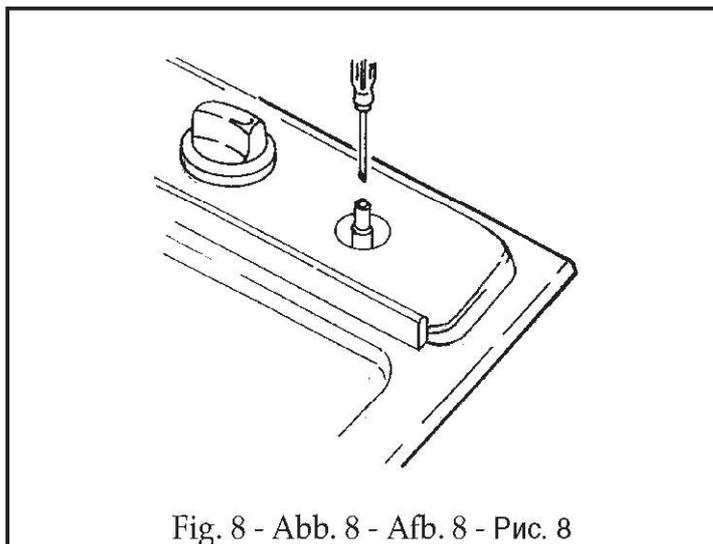

Fig. 8 - Abb. 8 - Afb. 8 - Рис. 8
- per la regolazione del minimo agire con opportuno cacciavite sulla vite posta sul rubinetto (Fig. 8) dopo averlo ruotato in posizione di minimo. Per GPL (butano/propano) avvitare a fondo.
- *to adjust to the minimum, use a screwdriver on the screw placed on the tap (Fig. 8) after turning the tap to its minimum position. For LPG (butane/propane) screw tight.*
- pour le réglage au minimum, tournez à l'aide d'un tournevis approprié la vis qui se trouve sur le robinet (Fig. 8) après avoir placé le robinet sur la position du minimum. Pour GPL (butane/propane) serrez à fond.
- bei der Einstellung des Mindestwertes, den Hahnhebel auf das Minimum drehen und die Einstellschraube am Hahn mit entsprechendem Schraubenzieher drehen (s. Abb. 8). Bei Betrieb mit Flüssiggas (Butan-/Propangas) Einstellschraube fest anziehen.
- para la regulación del mínimo, usar un destornillador apropiado en el tornillo puesto sobre la llave (Fig. 8) después de averlo girado en la posición de mínimo. Para GPL (Butano / propano) atornillar a fondo.
- teneinde het minimum in te stellen draait men met een schroevendraaier de schroef aan de kraan (z. afb. 8), nadat deze op het minimum gedraaid werd. Bij toestellen die op vloeibaar gas (butaan/propan) werken moet men de stelschroef vast aandraaien.
- para a regulação do mínimo agir com uma oportuna chave de parafuso sobre o parafuso colocado na torneira (Fig. 8) depois de o ter rodado à posição mínimo. Para GPL (butano / propano) ataraxar a fundo.
- регулировку пламени на минимум, поворачивая отверткой винт, установленный на кране (Рис. 8), после его установки в минимальное положение. Для сжиженного нефтяного газа (пропан-бутана) затяните винт до упора.